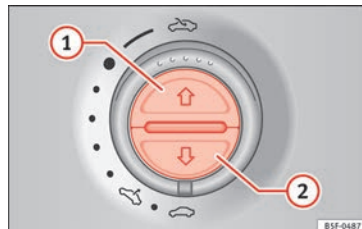

Fig. 137 En el revestimiento interior del techo: teclas de la cortinilla parasol.
Abrir completamente (función automática)	Pulse la tecla » fig. 137 ① brevemente.
- *Cortinilla parasol:* Durante los 5 segundos siguientes tras dispararse la función antiaprisionamiento, pulse la tecla »» » fig. 137 .